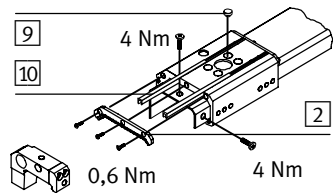

Fig. 9
- Monter la brosse de raclage [2] (pour les couples de serrage, voir Fig. 9).